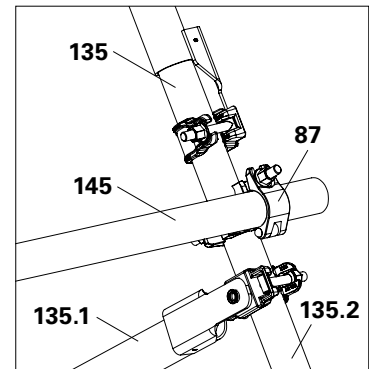

Abb. A15.07a
2. Bei Feldern mit 3 m Länge die Multiabstützungen mit einem Außenrohr horizontal aussteifen. Bei Feldlänge $\leq 2,5$ m Multiabstützungen mit Gerüstrohr (**145**) und Normkupplungen (**87**) horizontal aussteifen. (Abb. A15.07a)